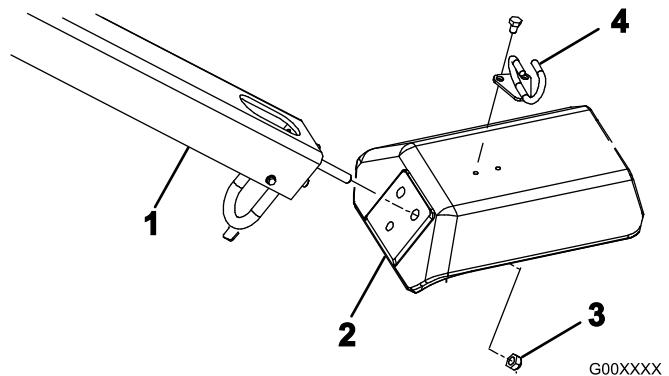

Рисунок 4
- Вставьте шпильки крепления рукоятки в отверстия вилки (Рисунок 4).
- Зафиксируйте шпильки рукоятки на вилке 3 контргайками (1/2 дюйма) (Рисунок 4)
- Закрепите направляющую тросиков на вилке 2 болтами (5/16 x 1/2 дюйма) (Рисунок 4).